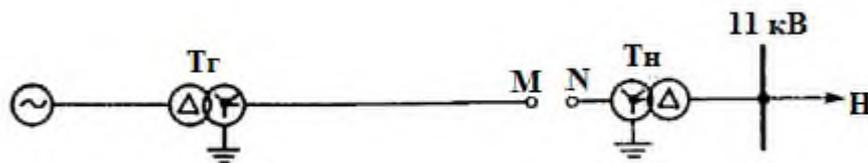

Рис. 1.3. Схема питания нагрузки от выделенного блока генератор – трансформатор
3. На рис. 1.3. приведена схема питания нагрузки (Н) по линии 220 кВ от выделенного блока турбогенератор - трансформатор. Определите: